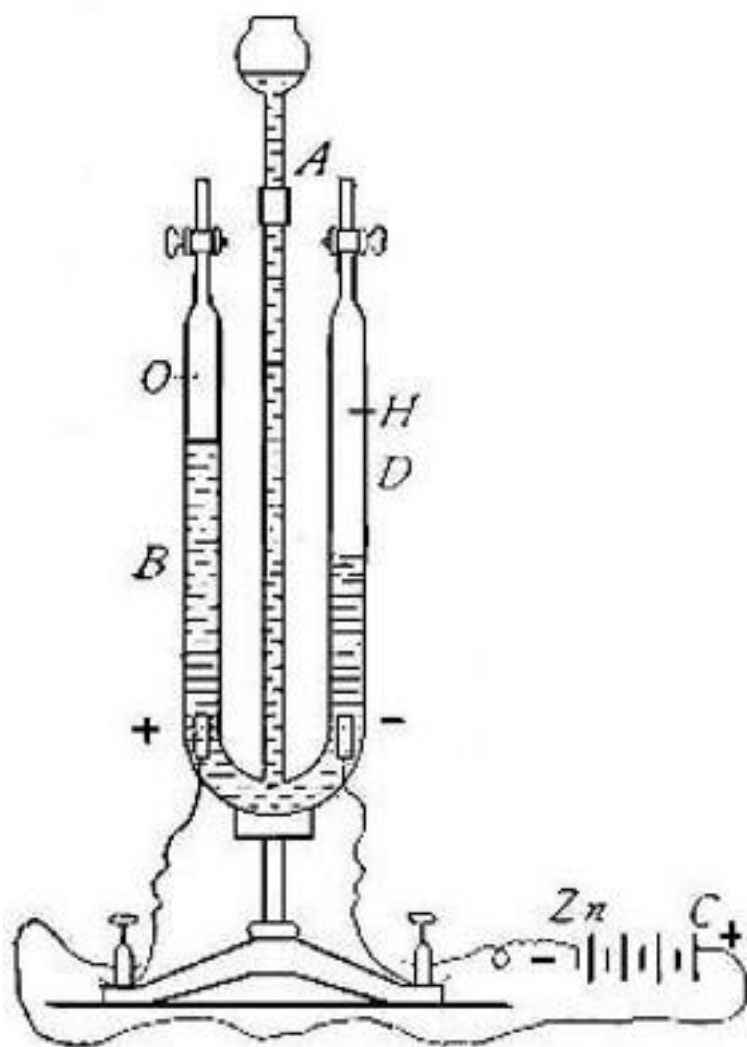
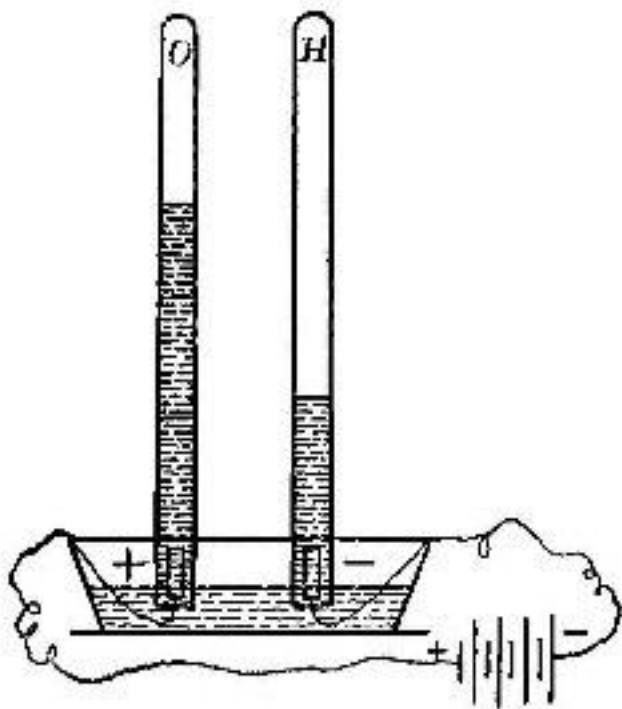

Рис. 18
Рис. 19
1. *Качественный анализ.* Как было указано при изучении кислорода, вода может быть разделена на составные части с помощью электрического тока. Форма устройства, обычно используемого для проведения этого анализа, показана на рис. 18. Платиновая проволока, к концу которой прикреплен небольшой кусочек платиновой фольги (примерно 15 на 25 мм), проплавляется через каждую из трубок *B* и *D*, как показано на рисунке. Запорные краны на концах этих трубок открываются, и вода, к которой добавлено примерно одна десятая объема серной кислоты, заливается в трубку *A* до полного заполнения боковых трубок *B* и *D*. Затем запорные краны закрываются. Платиновые провода, идущие в трубки *B* и *D*, теперь соединены с проводами, идущими от двух или трех последовательно соединенных дихроматных ячеек. Таким образом, кусочки платиновой фольги внутри трубок становятся электродами, и ток течет от одного к другому через подкисленную воду. Как только ток проходит, пузырьки газа поднимаются с каждого из электродов и собираются в верхней части трубок. Обнаружено, что газ, поднимающийся от отрицательного электрода, представляет собой водород, в то время как газ, поднимающийся от положительного электрода, - кислород. Можно видеть, что объем водорода примерно вдвое превышает объем кислорода. Кислород более растворим в воде, чем водород, и очень небольшое его количество также теряется при превращении в озон и другие вещества. Было обнаружено, что при внесении необходимых поправок на ошибку, вызванную этими фактами, объем водорода в точности вдвое превышает объем кислорода.
На рис. 19 показан аппарат более простой формы, который можно использовать вместо устройства, показанного на рис. 18. Стекло́нная или фарфоровая посуда частично заполняется водой, в которую добавлено необходимое количество кислоты. Две трубки, заполненные одной и той же жидкостью, перевернуты над электродами. Газы, образующиеся при разложении воды, собираются в трубках.